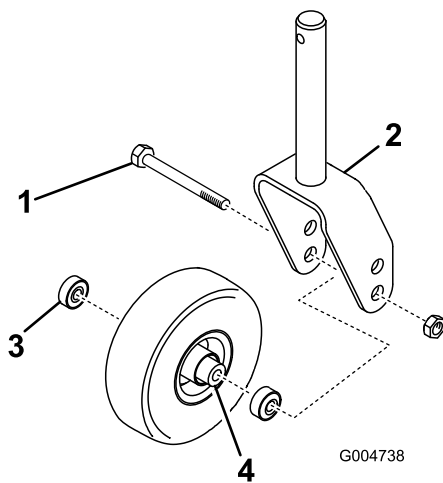

Figure 28
1. Enlevez le contre-écrou du boulon qui fixe la roue pivotante à la chape (Figure 28). Maintenez la roue pivotante et sortez le boulon de la fourche ou du bras pivotant.
- Enlevez le roulement du moyeu de la roue et laissez tomber l'entretoise à l'extérieur (Figure 28). Enlevez le roulement de l'autre côté du moyeu.